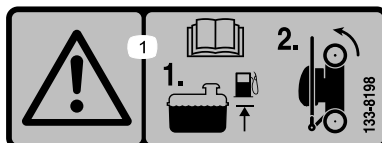

Figura 17
1. Asigurați-vă că nivelul de combustibil din rezervorul de combustibil nu este mai mare decât cel recomandat de producătorul motorului; consultați eticheta producătorului motorului de pe motor (Figura 17).